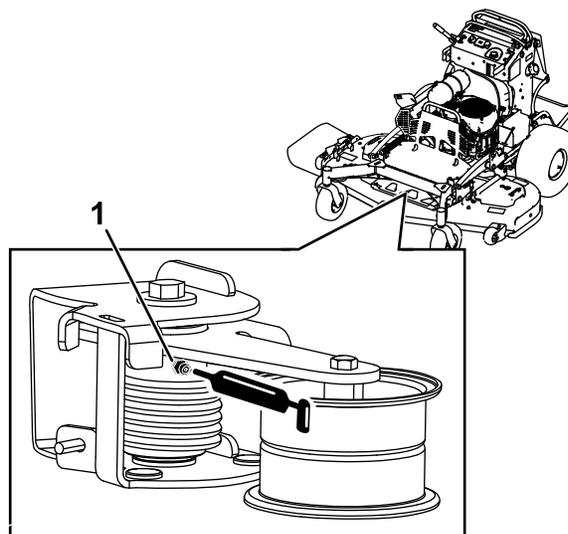

Figura 39
2. Ingrassate il tendicinghia di torsione sul piatto di taglio utilizzando grasso ad alta temperatura nel raccordo d'ingrassaggio illustrato nella Figura 39.